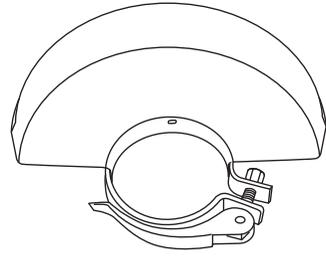

Fig. 4, protector de amolado (13)
2. Utilice el protector de amolado abierto (13) para las tareas de amolado (Fig. 4).